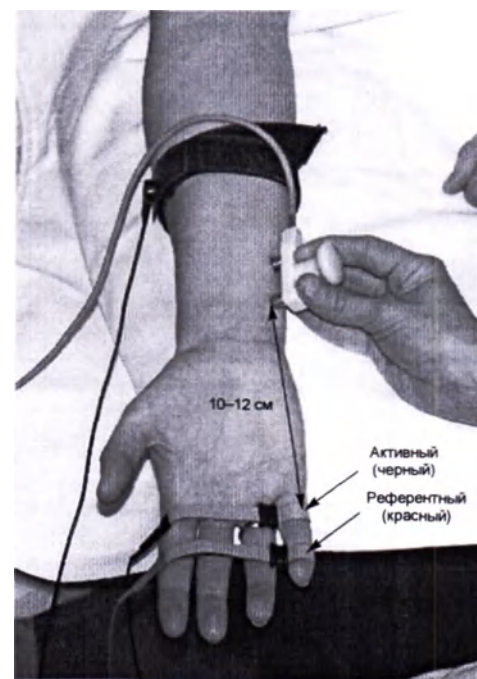

Рис. 52. Стимуляция на уровне запястья
6. Стимуляцию проводят на уровне запястья по локтевому краю. Катод располагается на расстоянии 10–12 см от активного электрода (рис. 52)